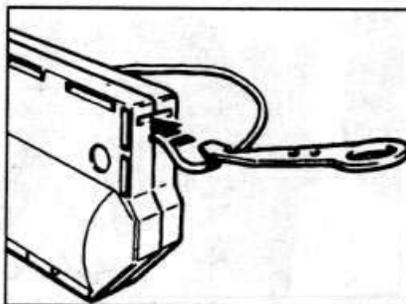

Рис. 11.58. Установка скобы на пружинный механизм автоматического натяжения ремня.
- На автомобилях с пружинным механизмом автоматического натяжения ремня установите в механизм скобу (см. рис. 11.58). На автомобилях с пиро-